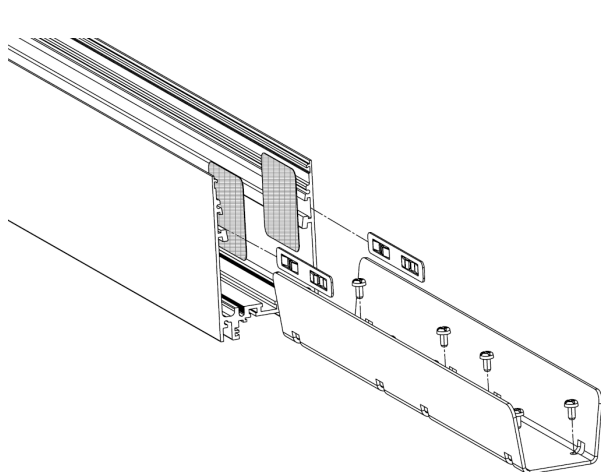

Рис.1
3. Установите скобу соединительную 350мм– 1 шт, Пластина—фиксатор– 2 шт в пазы светильника, как показано на Рис. 1 в с. На стыки светильников, поверх соединительных пластин, наклейте черную пленку с двух сторон
- Извлеките из алюминиевого корпуса светильника рассеиватель и отражатель со светодиодами (Рисунок 1);